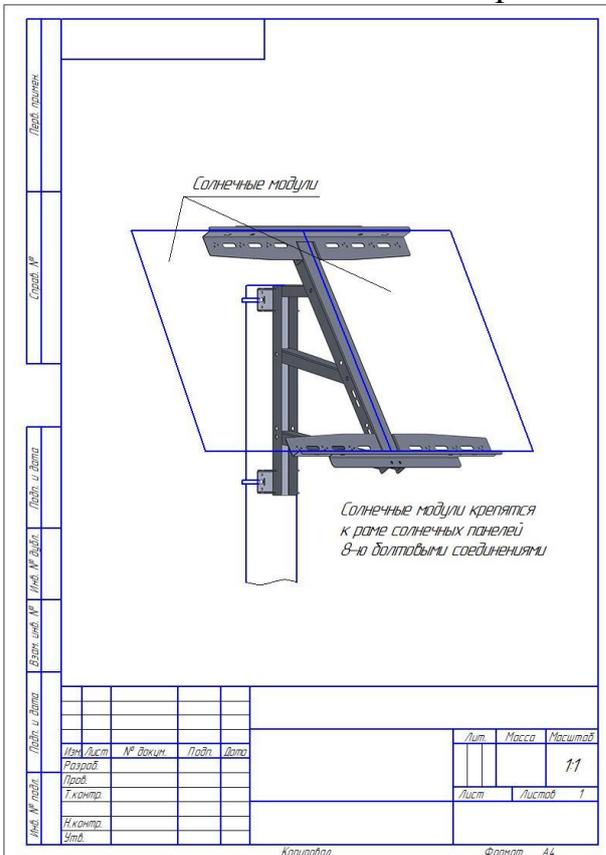

РИС.3 Крепление солнечных панелей к раме
- 4) Монтаж солнечных панелей (рисунок 3 ) и светодиодного светильника осуществляется болтовыми соединениями;